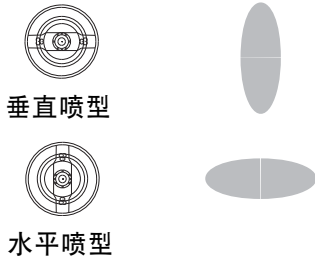

图 18. 空气帽的位置
4. 松开空气帽卡环，并旋转空气帽成垂直或水平喷型。参见图 18。拧紧固定环直至空气帽紧紧固定在位置上；不能用手旋转空气帽的角。